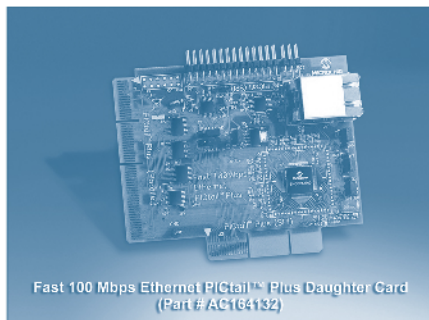

Рис. 6
- Демонстрационная плата с Ethernet-контроллером ENC624J600 для выхода в 100 Мбит сеть (рис. 6), подключаемая к Explorer16, PIC18 Explorer, PIC32 Starter Kit и PICDEM. net 2 (более подробно в статье по отладочным средствам данного каталога). Предусмотрена возможность связи и по SPI и по 8/16 параллельному порту, как демультитексированному, так и мультиплексированному.